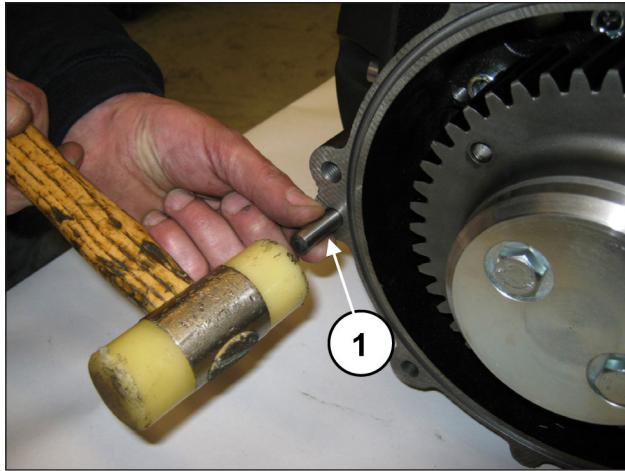
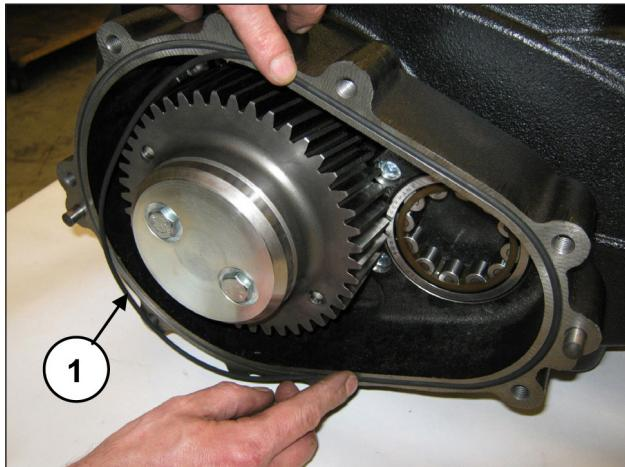

图 80
图 81
将2个销子 $\varnothing 10 \times 24$ 安装到减速齿轮箱 (①, 图 80) 并插入O形圈 (①, 图 81)。